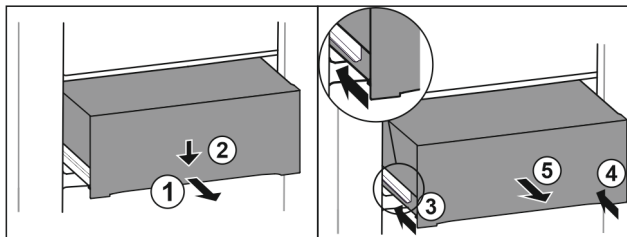

Fig. 157
- ▶ Zásuvku napůl vytáhněte. Fig. 157 (1)
- ▶ Stlačte zásuvku na přední straně dolů. Fig. 157 (2)
- ▶ Zasuňte levou kolejničku přibližně do 2 cm. Fig. 157 (3)
- ▶ Zasuňte pravou kolejničku přibližně do 2 cm. Fig. 157 (4)
- ▶ Vyjměte zásuvku dopředu. Fig. 157 (5)